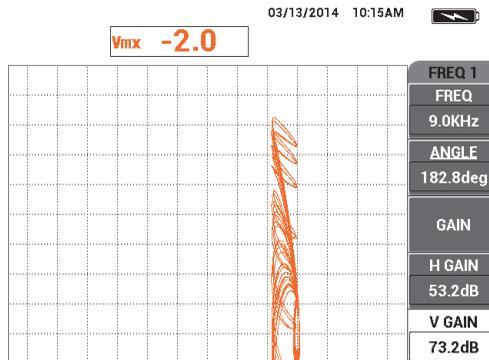

Figura 5-129 Ajuste del valor de ganancia vertical (V GAIN)
25. Al desplazar constantemente la sonda, incremente la ganancia vertical **V GAIN** [tecla de función E) hasta que la señal mixta esté contenida entre la primera división vertical sobre el punto nulo. Vea la Figura 5-129 en la página 237.